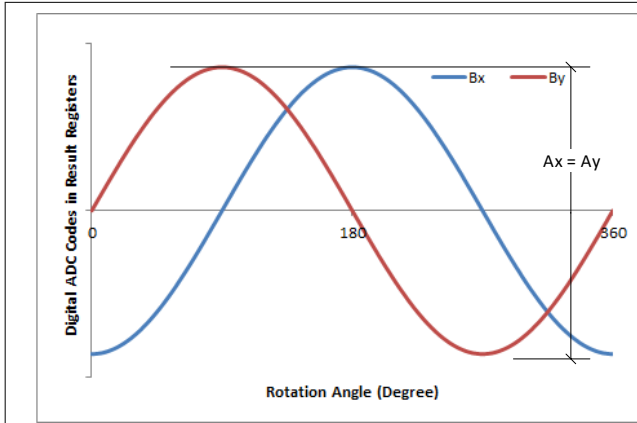

图 8-6. 进行同轴测量时 360 度全方位旋转的 X 和 Y 传感器数据
3. 测量每个轴 ( $A_x$  和  $A_y$ ) 的最大峰峰值 ADC 代码增量，如图 8-6 或图 8-7 所示。